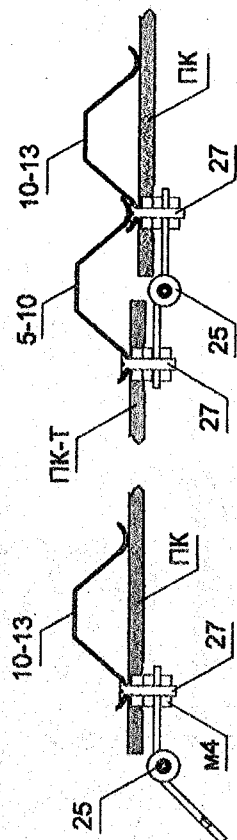

Рис. 12 Крепление петель навески двери и форточки.
- 3.9.2. На выступающие винты наденьте петли навески двери и форточки и затяните другими гайками (см. рис. 12).